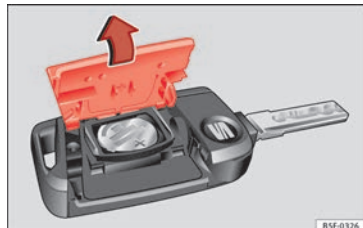

Fig. 133 Chiave del veicolo: aprire il coperchio del vano della batteria.
- Togliere il coperchio della parte posteriore della chiave del veicolo » **fig. 133** nella direzione indicata dalla freccia » .
- Collocare il coperchio come illustrato » **fig. 133** e inserirlo nel vano batteria nella